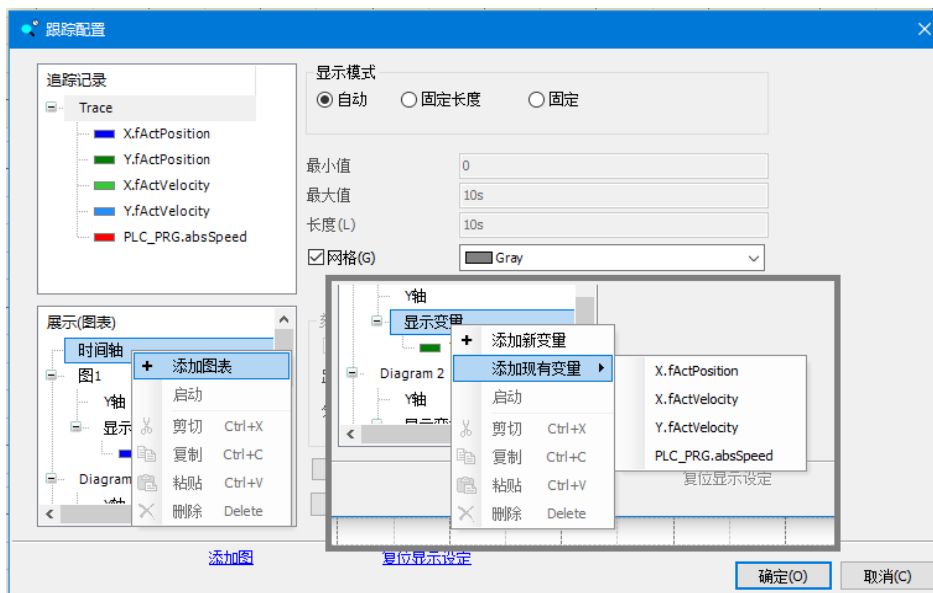

图 5.55 设置变量的图表
- 在“跟踪配置”界面中左下方，点时间轴，添加图表；再添加现有变量。X、Y 轴的位移变量各占一个图表；三个速度变量占用一个图表。如图 5.55 所示。